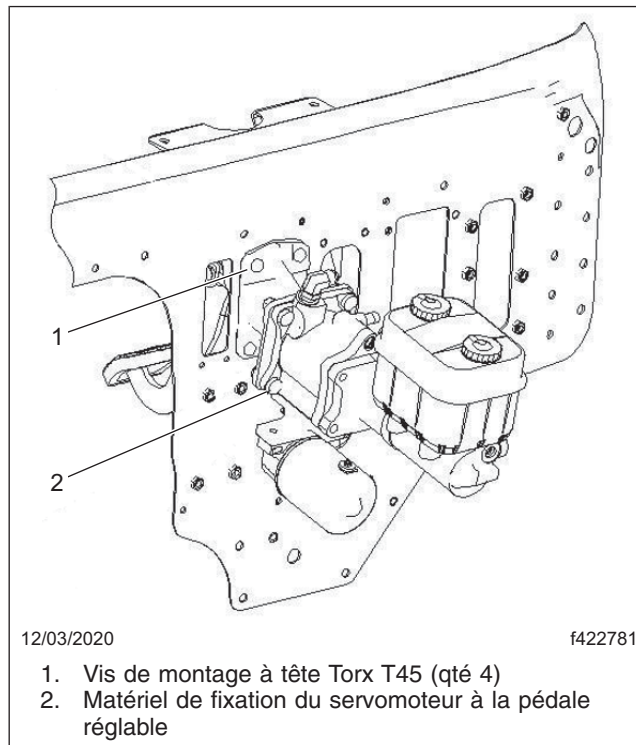

Fig. 13, Fixation de la plaque d'adaptation au pare-feu.
18. Serrez les quatre vis de montage à tête Torx T45 qui fixent la plaque d'adaptation au pare-feu à un couple de 16 N·m (12 lbf·pi). Reportez-vous à la **Figure 13**, élément 1.
19. Installez l'ensemble servomoteur/maître-cylindre Hydromax sur la plaque d'adaptation avec le nouveau matériel de fixation. Serrez l'écrou à un couple de 46 N·m (34 lbf·pi). Reportez-vous à la **Figure 13**, élément 2.